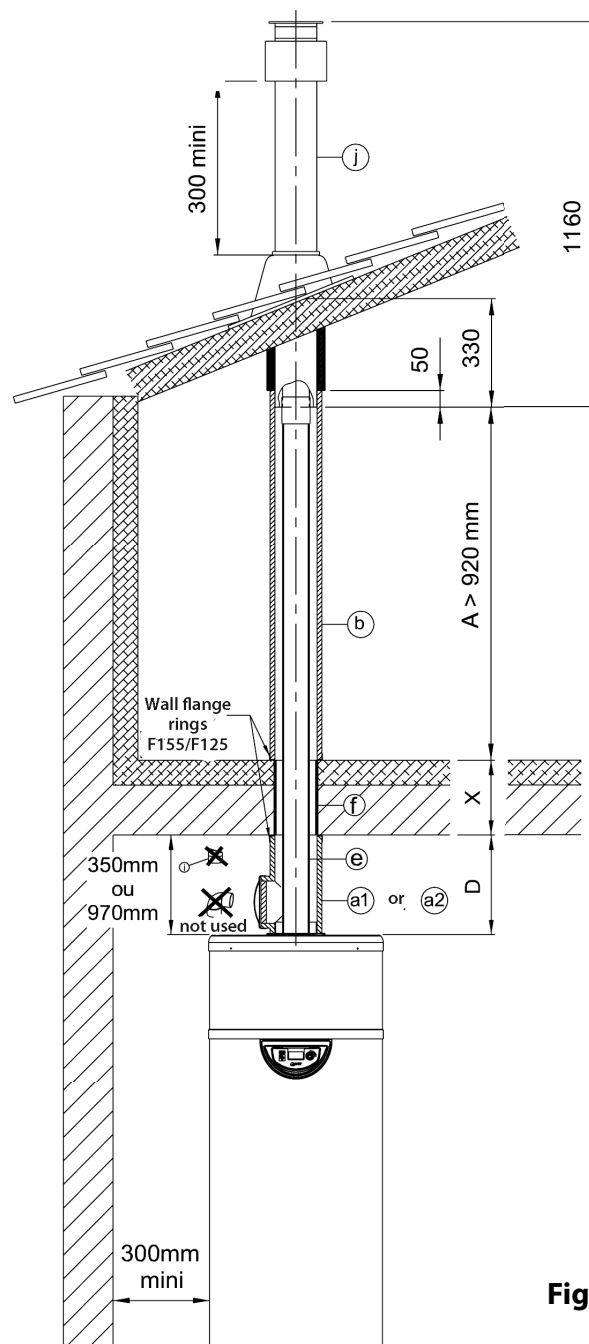
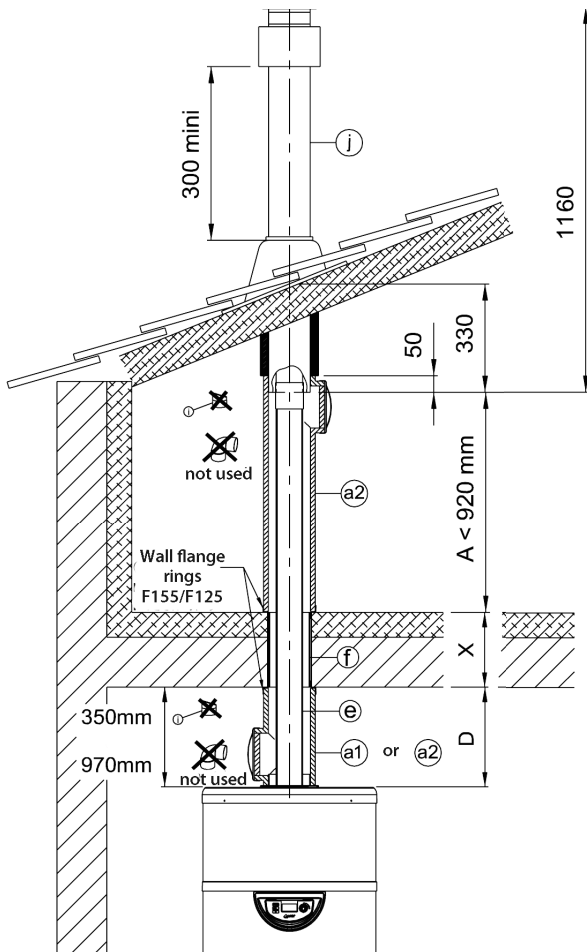

Fig.1
Fig.2
- in de bocht van het geïsoleerde luchtkanaal (rep.a2) Fig.1
- in de geïsoleerde verlengbuis van Ø125 mm (rep.b) Fig.2, vervolgens in de Ø125 PVC-buis, vervolgens in de bocht van het geïsoleerde luchtkanaal (rep.a1 of a2) (die mogelijk verlengd kan worden [zie hieronder, afhankelijk van de afmetingen van "D"]).
- Als de Ø80 PVC-buis niet kort genoeg is om over de bovenkant te gaan, steek deze dan in de bocht van het geïsoleerde luchtkanaal (rep.a1 of a2) (die mogelijk verlengd kan worden [zie hieronder, afhankelijk van de afmetingen van "D"]), vervolgens in de Ø125 PVC-buis, en vervolgens in de geïsoleerde verlengbuis van Ø125 (rep.b) Fig.2 of in de bocht van het geïsoleerde luchtkanaal (rep.a2) Fig.1.
- Steek de Ø80 PVC-buis in de onderste helft van de F/F Ø80 verticale terminal (indien nodig door de stop en de afdekking op het geïsoleerde luchtkanaal te verwijderen) (rep.a2) Fig.1. Schuif de bocht van het geïsoleerde luchtkanaal (rep.a2) Fig.1 of de 50 mm geïsoleerde verlengbuis Ø125 (rep.b) Fig.2 op de Ø80/125 verticale terminal door deze voorzichtig verticaal samen te drukken.
- Steek het geïsoleerde luchtkanaal (rep.a2) Fig.1 of de Ø125 geïsoleerde verlengbuis (rep.b) Fig.2 in de bovenste flensring F155/F125.